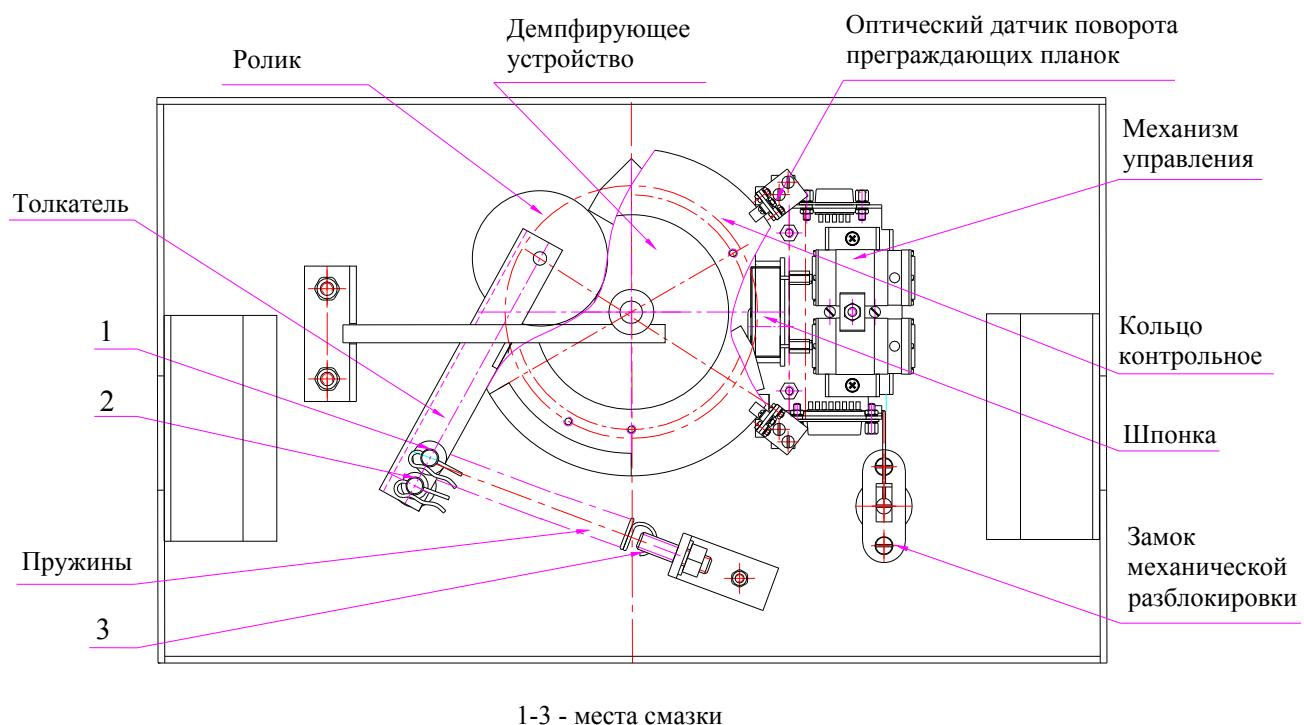

Рисунок 9 — Расположение внутренних деталей и узлов стойки КТС01
- снимите крышку (3) в порядке, указанном в разделе 6;
- осмотрите устройство доворота (толкатель, пружины и ролик), оптические датчики поворота преграждающих планок и демпфирующее устройство (см. рисунок 9);